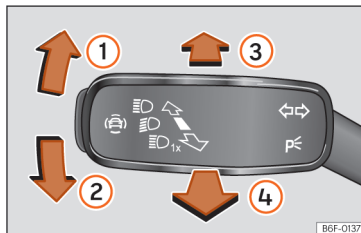

Abb. 97 Blinker- und Fernlichthebel.
- Drücken Sie den Blinker- und Fernlichthebel aus der Ausgangsstellung nach vorne »» **Abb. 97** ③.
- **ODER:** ziehen Sie bei eingeschaltetem Fernlichtassistenten den Blinker- und Fernlichthebel nach hinten »» **Abb. 97** ④.